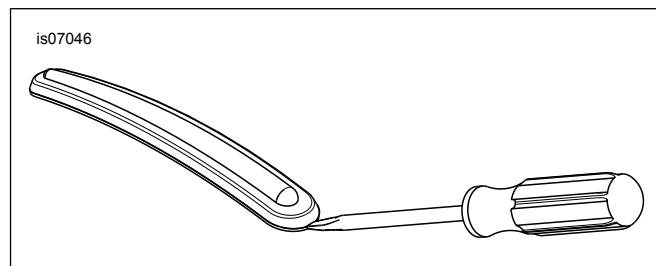

Abbildung 1. Schutzblechzierleisten entfernen
- b. Siehe Abbildung 1. Spitze des Schraubendrehers zwischen Chromblende und Gummiverkleidung einführen.